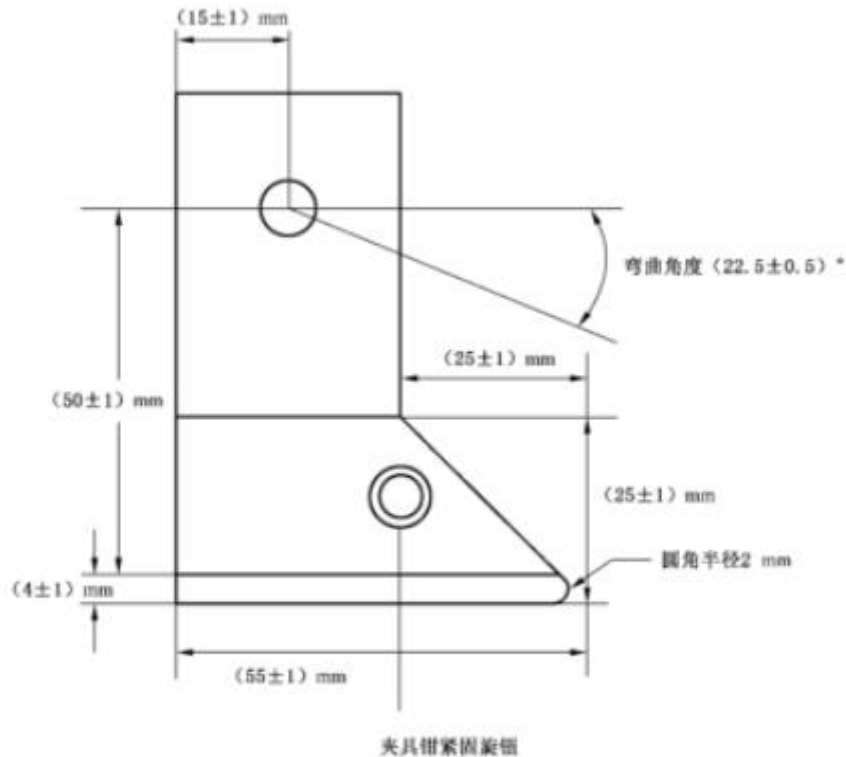

图 1 上夹具
5.1.1 由一对绕轴旋转的平面金属板组成的上夹具（见图 1）可做往返屈挠运动，屈挠角度为 $(22.5 \pm 0.5)^\circ$ ，屈挠频率为每分钟 (100 ± 5) 次。